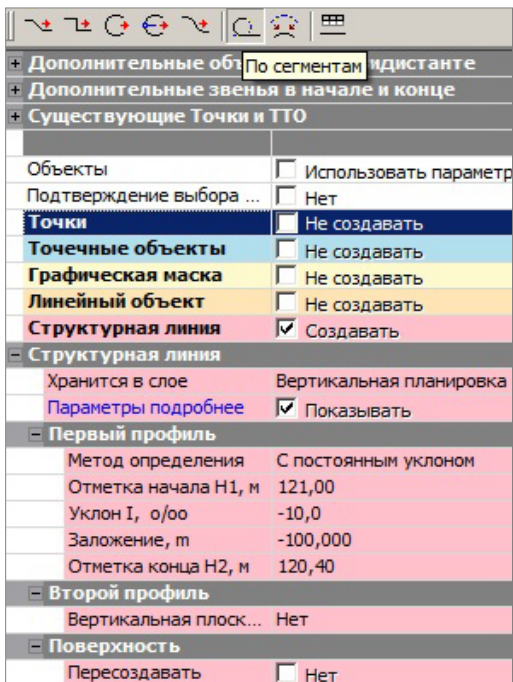
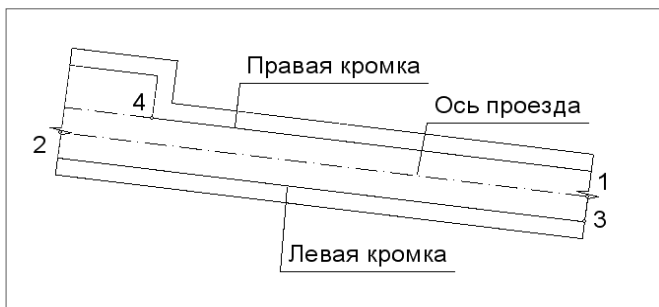

Рис. 6.17
Рис. 6.18
- Выберите метод **По сегментам** (рис. 6.17).
- Укажите курсором ось проезда и захватите точки 1, 2 (рис. 6.18).
- В окне параметров выберите создание СЛ и параметры первого профиля: метод определения **С постоянным уклоном**, отметка начала **121,00** (точка 1 на рис. 6.18) и уклон **минус 10%** (рис. 6.17).
- Двойным щелчком мыши захватите СЛ по оси и перенесите её на линию левой кромки, захватив на ней точку 3 (рис. 6.18).
- Захватите курсором СЛ по правой кромке и затем точку **4** (рис. 6.18), в которой будем задавать параметры плоскости.
15. Предварительно нам необходимо построить СЛ по бровкам. Выберите команду **Построения/Объекты по линии**, метод **По сегментам** (рис. 6.17).